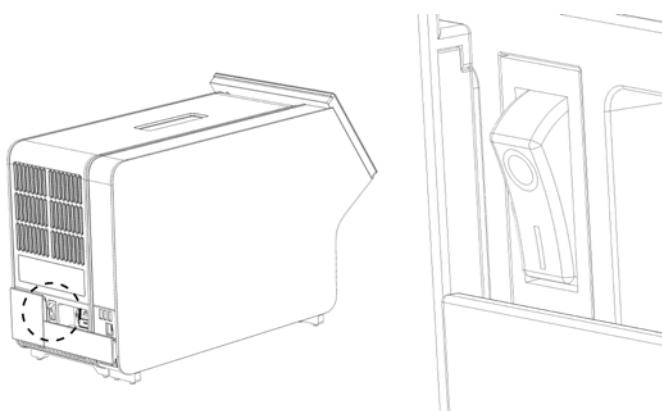

Figura 11. Amplasarea comutatorului de alimentare și setarea acestuia în poziția „I”.
9. PORNIȚI instrumentul, apăsând comutatorul de alimentare din partea din spate a modulului analitic în poziția „I” (Figura 11). Confirmați că indicatoarele de stare aferente modulului analitic și operational sunt albastre.